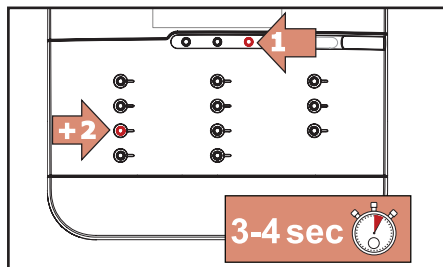

Fig. 5.4 - Gå i rengøringstilstand
1. Tryk først på STOP og derefter ◀ skal de holdes nedtrykket samtidigt i 3-4 sekunder for at gå ind i rengøringstilstand (fig. 5.4).
1. Tryk først på STOP og derefter ← skal de holdes nedtrykket samtidigt i 3-4 sekunder for at gå ind i rengøringsstilstand (fig. 5.4).